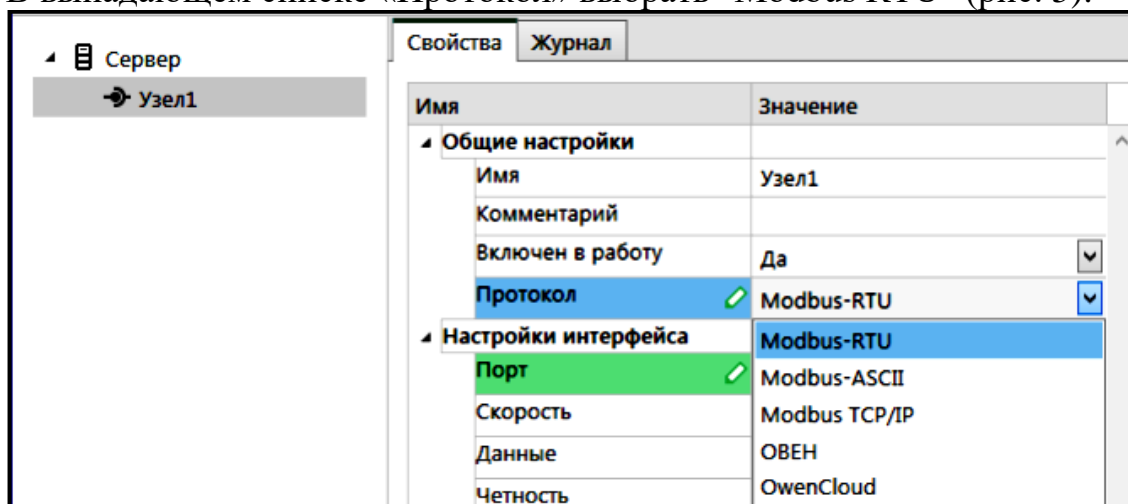

Рис. 5. Выбор протокола передачи данных
2. Осуществим настройку узла. В общих настройках можно указать имя узла и комментарий. В выпадающем списке "Включен в работу" выбрать вариант "Да". В выпадающем списке «Протокол» выбрать "Modbus RTU" (рис. 5).